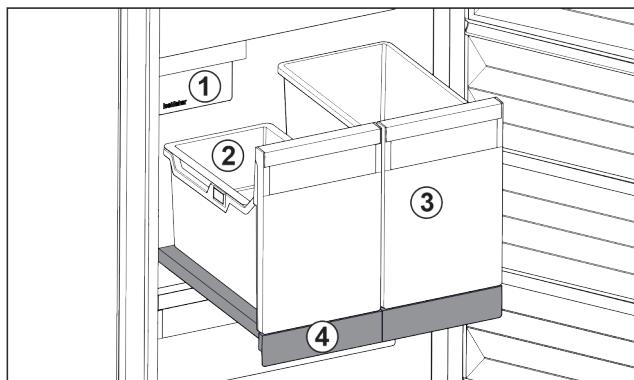

Fig. 17 Выдвижная панель с IceTower
- (2) Подвесной лоток для кубиков льда
- (4) Выдвижная панель
На выдвижной панели находятся два высоких контейнера (IceTower). В контейнере Fig. 17 (2) собираются и хранятся кубики льда из IceMaker. Контейнер Fig. 17 (3) подходит для хранения высоких продуктов, таких, как пицца или алкогольные напитки.